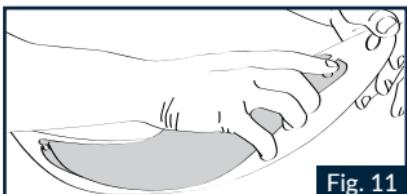

Fig. 11
- 3.2 Étendre l'écran et décrocher le petit écran interne PINLOCK® des pivots (Fig.11).